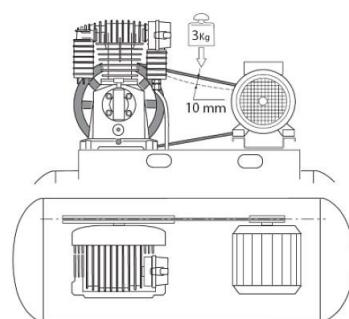

Abb. 15: Prüfen der Riemenspannung
Schritt 5: Überprüfen Sie die Riemenspannung. Der Riemen muss sich in der Mitte um ungefähr 10 mm biegen, wenn eine Belastung von 3 kg daran angebracht wird (Abb. 15). Stellen Sie die Riemenspannung gegebenenfalls nach (durch Verschieben des Motors) und achten Sie dabei darauf, dass die Riemscheibe und das Schwungrad ordnungsgemäß gefluchtet bleiben.